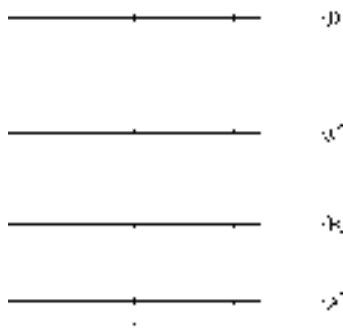

图 2-57 打开素材
1) 按〈Ctrl+O〉组合键, 打开配套光盘提供的“第 2 章/2.4.3 重排轴号.dwg”素材文件, 结果如图 2-57 所示。